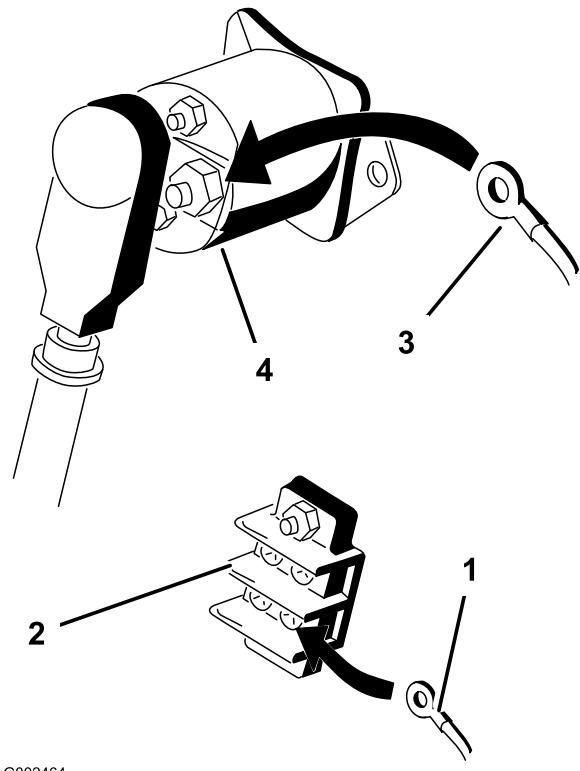

Figura 16
3. Ligue o anel rotulado massa no cabo preto ao bloco de terminais de massa (Figura 16).